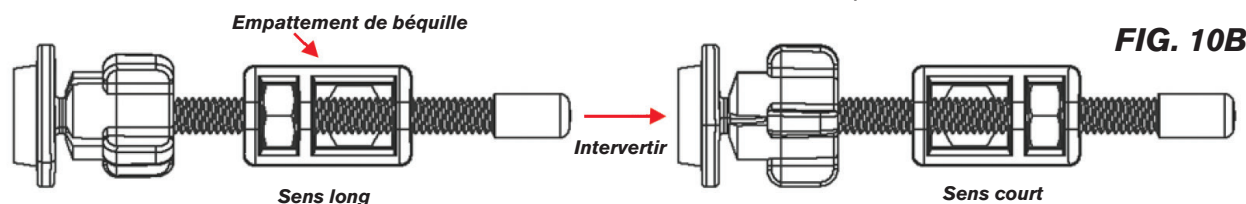

FIG. 10B
- Tourner à la main le boulon de réglage pour presser le pied sur la paroi de caisse, puis continuer le serrage avec une clé dynamométrique à un couple de 5,9 pi-lb (7,9 Nm), jusqu'à ce que l'on voie que le rail repose bien à plat sur le rebord de la caisse. Intervertir le boulon de réglage si la paroi de caisse est trop proche : enlever l'embout du boulon, dévisser ce dernier complètement, le revisser à l'extrémité opposée, puis remettre l'embout (Fig. 10B). Vérifier la dimension ER une fois les rails bien à plat.